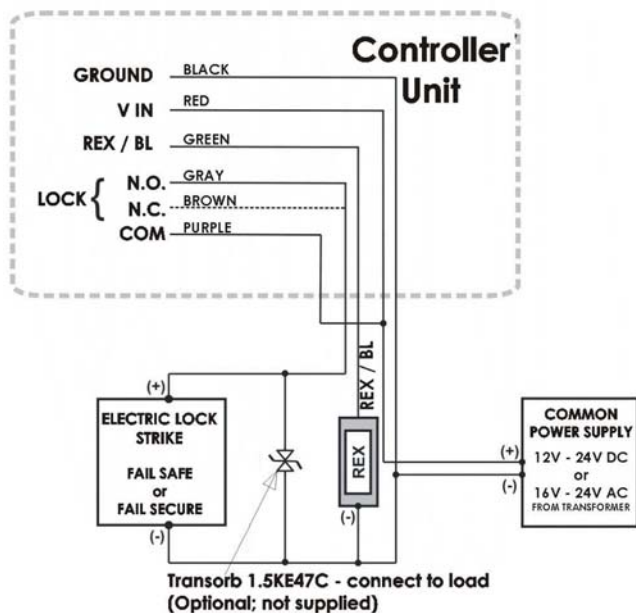

Figura 3: Diagrama de Cableado para Relé de Cierre y REX
- Cómo conectar el Relé de Cierre y REX(Figura 3)